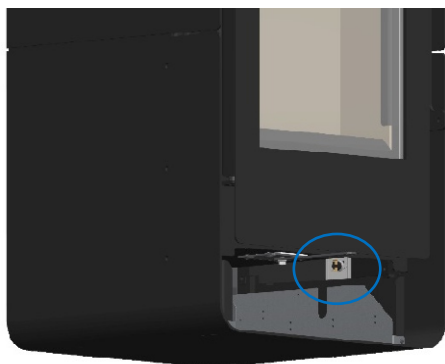

Figura 45 - Fixação do termostato do kit de ventilação
* Fixe o termostato do kit de ventilação na lateral do equipamento, Figura 45;